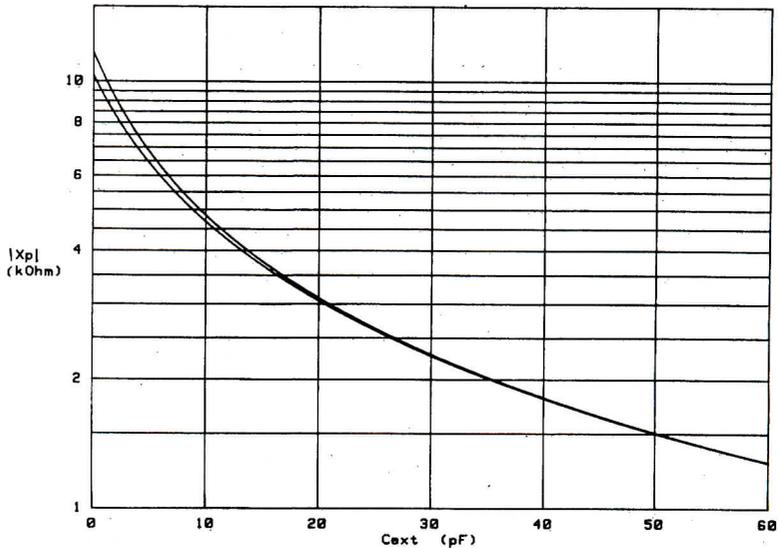

Figure 3
Le jeu de courbes présentées sur les **figures 3 à 13** permettent de déduire la valeur de «l'impédance externe» à disposer entre l'entrée et la sortie de l'oscillateur.
1) les **figures 3, 5, 7** ou **12** permettent de trouver la valeur de la capacité  $Cext$  qu'il est nécessaire d'adjoindre pour obtenir la valeur requise de «capacité de charge» y compris dans le cas où celle-ci doit être nulle.